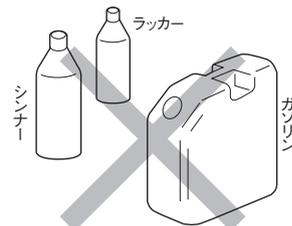

図2
- **引火性の液体の近くや、ガスなどの爆発性の雰囲気での作業は絶対にしないでください。**(図2)